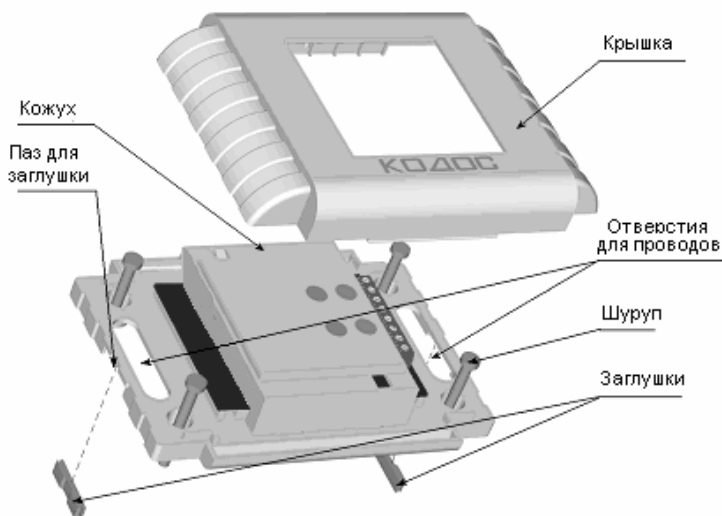

Рисунок 4 – Крепление адаптера (положение клемм и светодиодов показано условно)
- а) Снять с изделия крышку (рисунок 4);
- в случае если провода подходят сбоку адаптера (например, из коробка или гофрированного шланга), снять заглушки (рисунок 4);
- через отверстия для проводов (если провода идут из стены) или через пазы для заглушек и отверстия для проводов (в случае, если провода подходят сбоку) (рисунок 4), протянуть провода к кожуху адаптера;